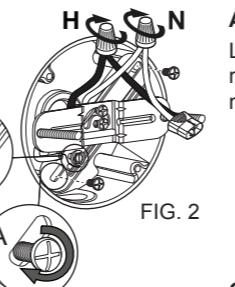

FIG. 2
Instale el soporte de montaje (02) en la caja de unión utilizando los tornillos (07 o 08). FIG. 2. Conecte los cables de la casa a los cables conectores (04). Conecte el cable blanco (N) al cable conector blanco y el cable negro (H) al cable conector negro utilizando empalmes plásticos (05).
- Blanco con blanco (N)
- Negro con negro (H)